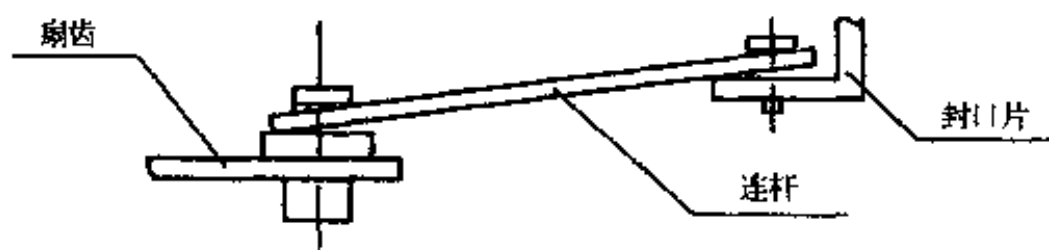

图 6-8 连杆倾斜
(1) 连杆两端的机芯扇齿和封口片不在一个平面中，造成连杆安装后是斜的，如图 6-8。在无压力或加压的情况下，连杆与封口片或扇齿产生摩擦而使连杆发死。